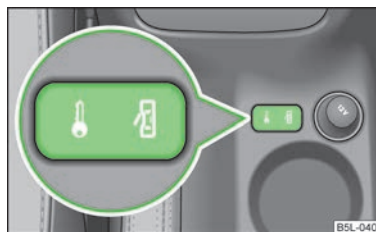

Fig. 12
Dacă autovehiculul nu a fost încuiat din exterior, îl puteți descuia și încuia de la tasta basculantă » fig. 12 și fără a fi necesară punerea contactului.
- Apăsăți tasta în zona **1** » fig. 12. Simbolul **1** din tastă se aprinde.
- Apăsăți tasta în zona **2** » fig. 12. Simbolul **2** din tastă se stinge.